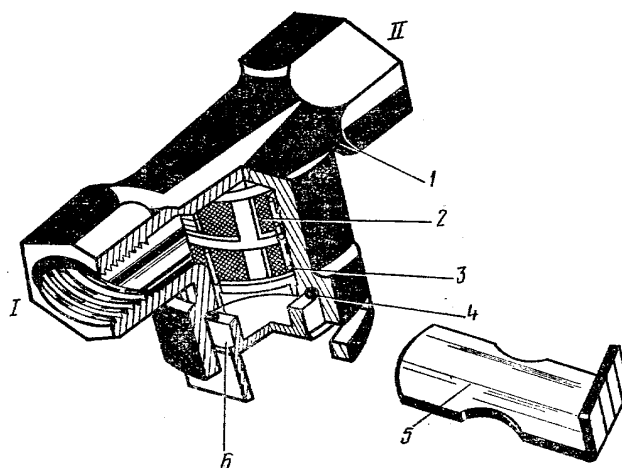

Рис. 12. Фильтр магистральный:
4.7.4. Фильтр магистральный (рис.12) предназначен для предохранения пневмосистемы прицепа от попадания грязи (пыли) через отцепленные соединительные головки. Сжатый воздух подводится через полость 1, через фильтрующий элемент 2 проходит в полость П и далее через воздухораспределитель в воздушный баллон прицепа.